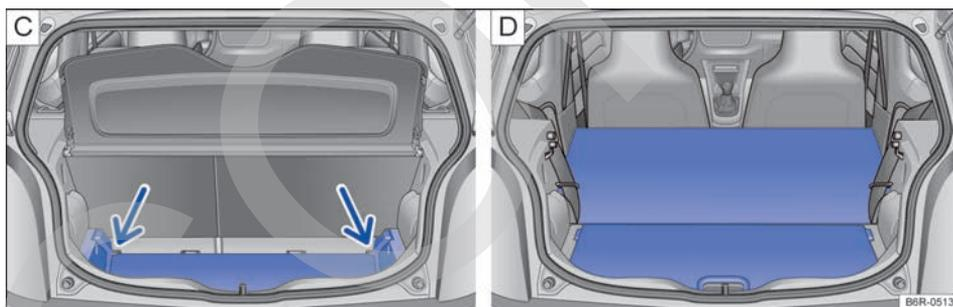

Fig. 105 C: expandir el maletero hacia abajo. D: expandir el maletero hacia adelante.
- Levantar el piso del maletero y empujar hacia abajo, hacia la guía → fig. 105 C (flechas).